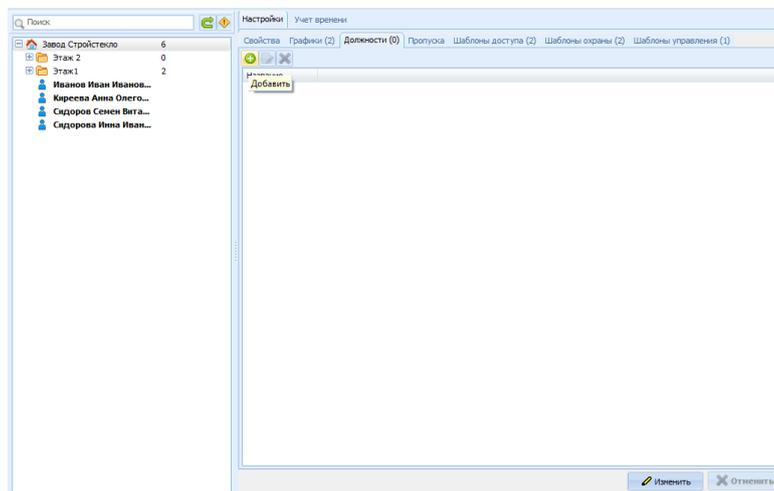

Рисунок 23.19 Добавление новой должности
- 2) В «Поле с характеристиками выбранного объекта» перейти на закладку **Должности** и нажать кнопку  панели меню (Рисунок 23.19).